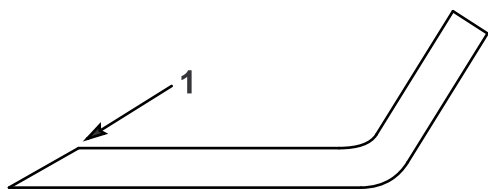

Figure 40
- Au moyen d'une lime, aiguisez les tranchants aux deux extrémités de chaque lame (Figure 40). en veillant à conserver l'angle de coupe d'origine. Limez la même quantité de métal sur les deux tranchants pour ne pas déséquilibrer la lame.